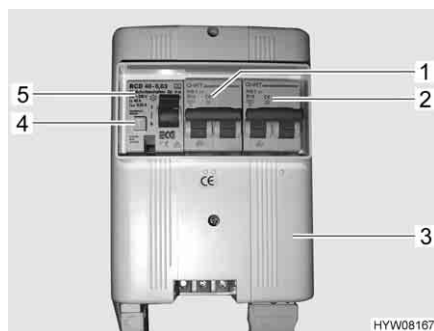

Fig. 79 Scatola dei fusibili a 230 V con interruttore di sicurezza e interruttore automatico FI
Un interruttore di sicurezza per correnti di guasto (interruttore automatico FI) (Fig. 79,5) nella scatola dei fusibili (Fig. 79,3) protegge l'intero veicolo da correnti di guasto (0,03 A).
L'interruttore di sicurezza collegato in serie (10 A) (Fig. 79,1) protegge le prese da 230 V, la centralina elettrica, il caricabatteria supplementare e il frigorifero.
Per veicoli con accessori opzionali, p. es. il riscaldamento ad aria calda con riscaldatore elettrico a immersione o l'impianto di climatizzazione a tetto, un ulteriore interruttore di sicurezza (16 A) (Fig. 79,2) protegge l'apparecchio.
- Se il veicolo è collegato all'alimentazione a 230 V, premere il tasto di controllo (Fig. 79,4). L'interruttore di sicurezza per correnti di guasto (FI) deve scattare.